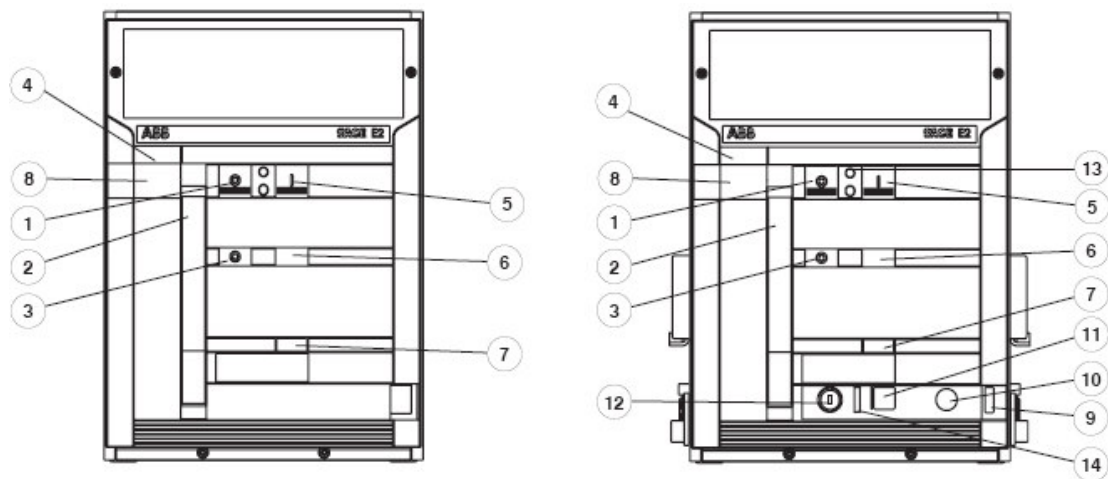

图 23
- 抽出：抽出部分与固定部分连接，但没有与一次回路及二次回路连接。在此位置上，断路器无法进行电气操作。正面的指示（9，图 23）显示 **DISCONNECTED**，开关柜门可以闭合。